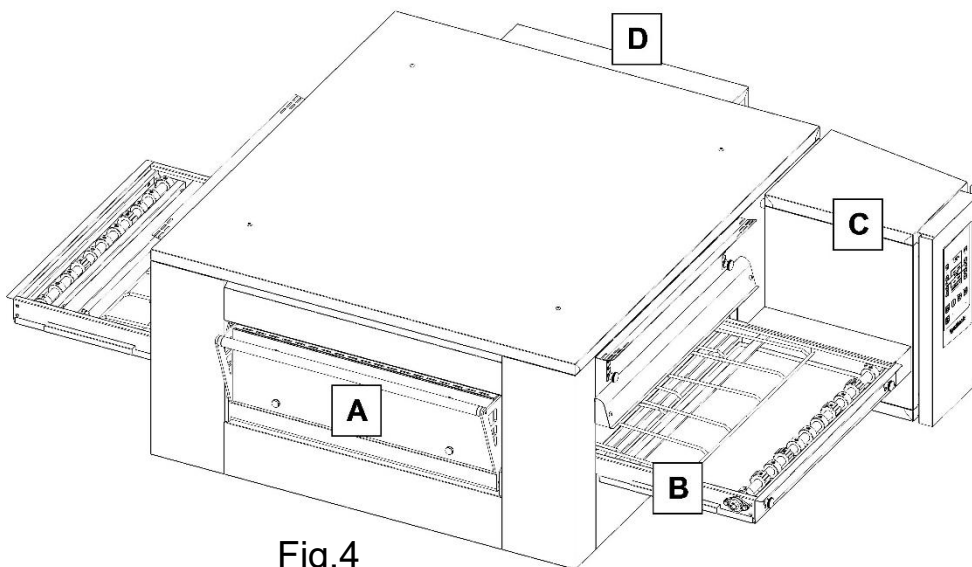

Fig.4
Si le four est équipé d'une porte (Fig. 4 zone A), vérifier son état de fermeture et son fonctionnement.
Vérifier la tension du tapis convoyeur (Fig. 4 zone B), son usure et son alignement, en procédant si nécessaire à son réglage au moyen du tendeur placé à l'entrée du four.
À l'intérieur du panneau de commande (Fig. 4 zone C), où se trouvent les composants électriques, la poussière, la farine et la saleté en général peuvent s'accumuler. A cet égard, il est conseillé de vérifier et de nettoyer avec un aspirateur et/ou de l'air comprimé. Aux endroits les plus difficiles, aidez-vous d'une brosse souple.
- dans la zone du moteur de ventilation (Fig. 4 zone D), contrôler et nettoyer les moteurs.